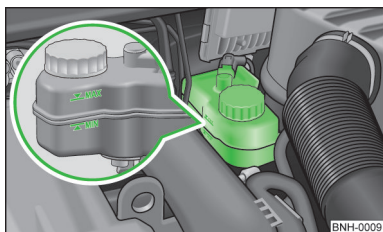

Fig. 101
- Comprobar el nivel de líquido de frenos en el depósito » fig. 101. El nivel debe encontrarse entre las marcas "MIN" y "MAX".